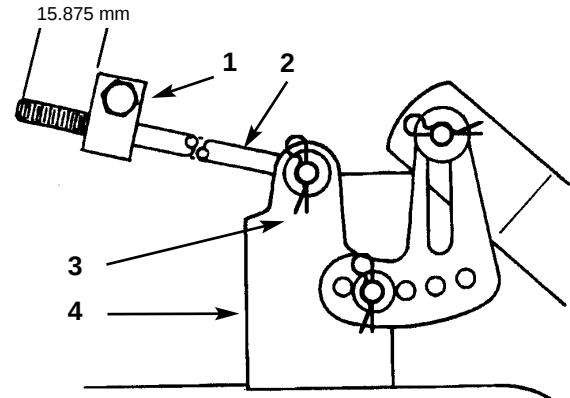

Fig. 50
5. Mål længden på stangen, der stikker ud på forsiden af justeringsklodsen i chassisets sider (fig. 50). Hvis stangens længde ikke er 15,9 mm, fjernes hårnålesplitten og skiven fra enden af stangen (fig. 50) og stangen drejes, til der opnås en længde på 15,9 mm. Enden af stangen stikkes så ind i hullet i klippeenhedsmonteringen og fastgøres med skiven og hårnålesplitten. Gentag denne fremgangsmåde i den modsatte side af klippeenheden.
(fig. 50).